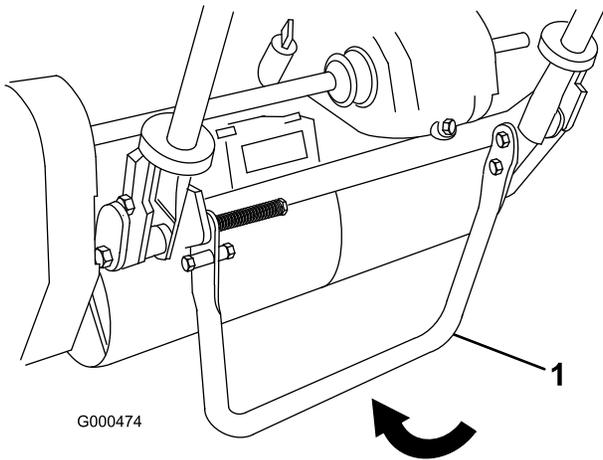

Figura 12
1. Baje el soporte con el pie, y tire hacia arriba del manillar hasta que el soporte haya girado hacia delante, pasando el centro del arco (Figura 12).